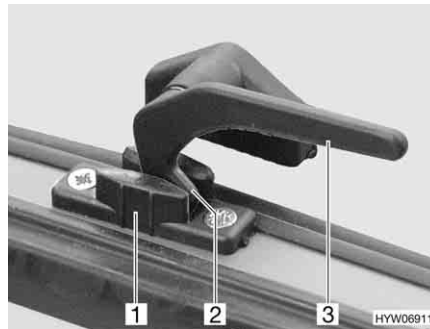

Fig. 61 Levier de verrouillage en position "Aération permanente"
- En position "Aération permanente" (Fig. 61)
- Tourner le levier de verrouillage (Fig. 61,3) d'un quart de tour vers le centre de la fenêtre.
- Remettre le levier de verrouillage en position initiale. Le tenon de verrouillage (Fig. 61,2) doit pénétrer alors dans le logement prévu à cet effet dans le verrouillage de fenêtre (Fig. 61,1).